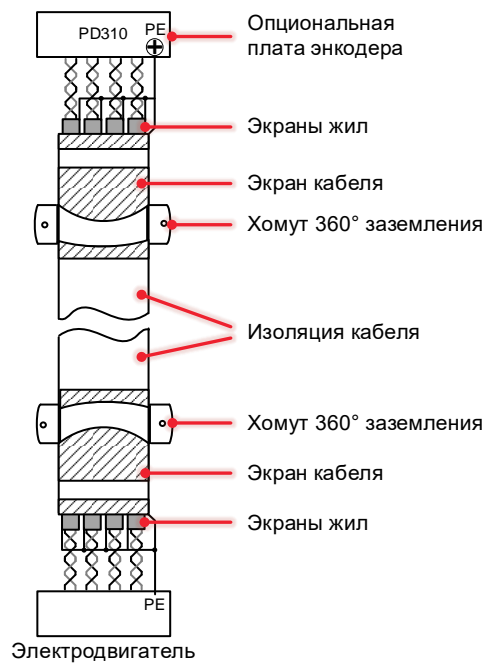

Рисунок 4-22 Подключение кабеля энкодера
- Подключение кабелей обратной связи по скорости рекомендуется выполнять кабелем типа витая пара с двойным экраном, каждый дифференциальный проводник подключается отдельным экраном (Рисунок 4-22);